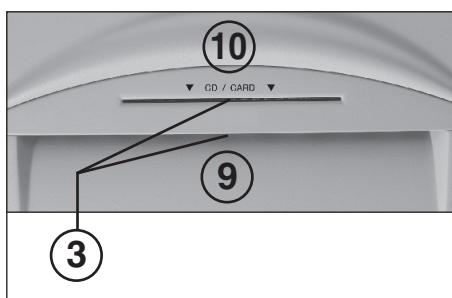

Fig. 2
- 3 = Barrera fotoeléctrica (marcha hacia delante) (fig. 2)**
Introducir el papel al mecanismo de corte por la boca de alimentación de papel (9) (fig. 2).
Los soportes de datos (CD, DVD, tarjeta de crédito o disquetes de 3,5”) se tienen que pasar uno por uno al mecanismo de corte por la boca de alimentación de seguridad (10) (fig. 2) de disposición separada.